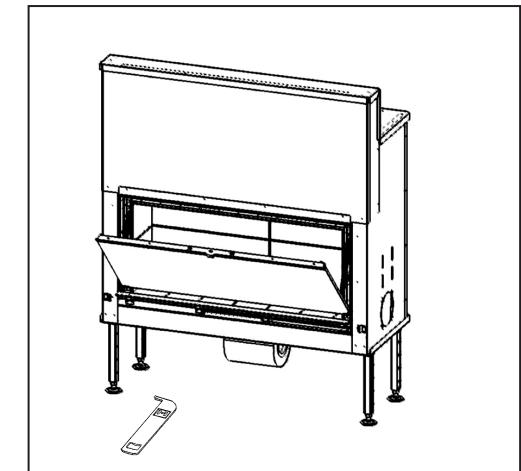

FIG. 10
- Aprire la porta a 45° (fig. 10).
- Basculer la vitre vers l'avant en tirant avec la main froide. La vitre bascule à 45°. (Fig. 10)